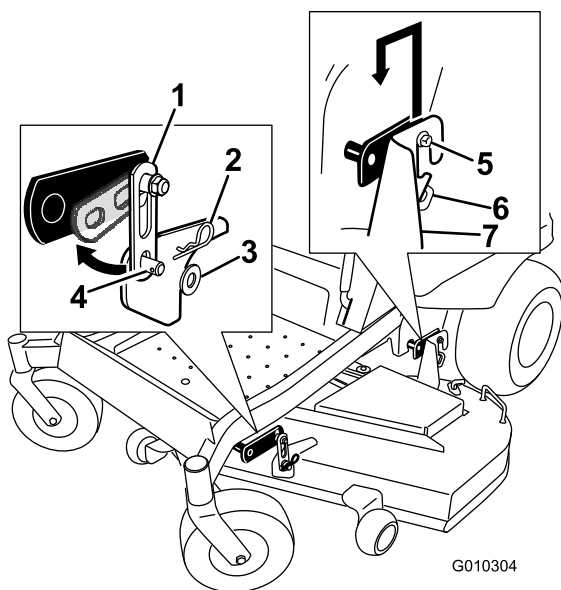

Bild 75
2. Entfernen Sie an beiden Seiten des Mähwerks die Schrauben von den Hängeprofilen des Frontmähwerks (Bild 75).
3. Heben Sie das Mähwerk vorsichtig von den Schrauben des hinteren Hängeprofils ab und senken Sie die Vorderseite des Mähwerks vorsichtig auf den Boden (Bild 75).
5. Heben Sie das Heck des Mähwerks an und führen Sie die Hängeprofilhalterungen über die hinteren Hängeprofilschrauben (Bild 75).
6. Befestigen Sie die vordere Stütze am Mähwerk an den vorderen Mähwerkhängeprofilen und befestigen sie mit einer Scheibe und einem Splint (Bild 75).